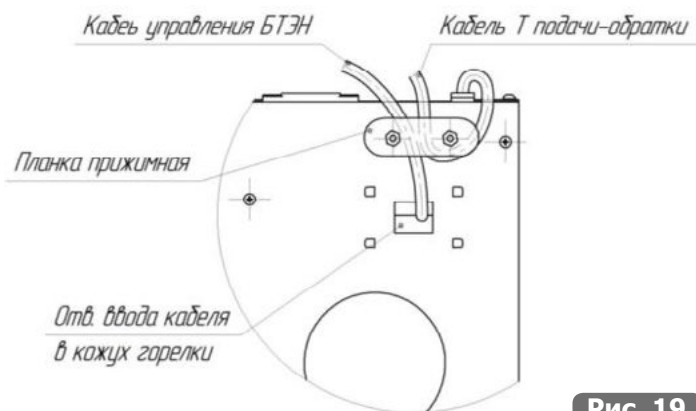

Рис. 19
3. Внимание! Во избежание обрыва кабеля в месте соединения, закрепите провод при помощи прижимной планки, расположенной на нижней поверхности корпуса горелки (Рис. 19).